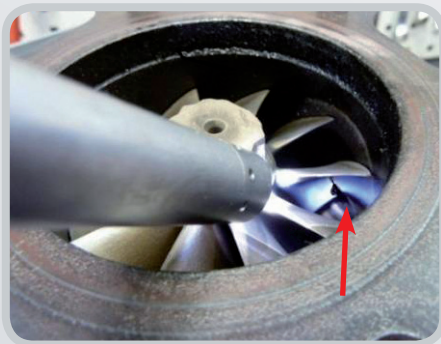

Bild Nr. 41: Ausgerissene und in den Brennraum gelangte Teile
- Hier sind häufig Kunststoffkomponenten verbaut. Teile von Drallklappen o. ä. aus dem Ansaugkrümmer reißen sich aus der Verankerung und gelangen in den Brennraum. Dort verflüssigen oder verbrennen diese Kunststoffe. Die Reste gelangen über das Abgas in den Turbolader und beschädigen ihn (s. Bild Nr. 41).